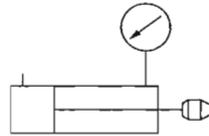

Figura 2-8. Diagrama esquemático de un circuito utilizando un manómetro y un cilindro.
- 3. Empuje el vástago del pistón hacia el cilindro y conecte el manómetro en el lado vástago con un tubo corto, como se muestra en la Figura 2-8.